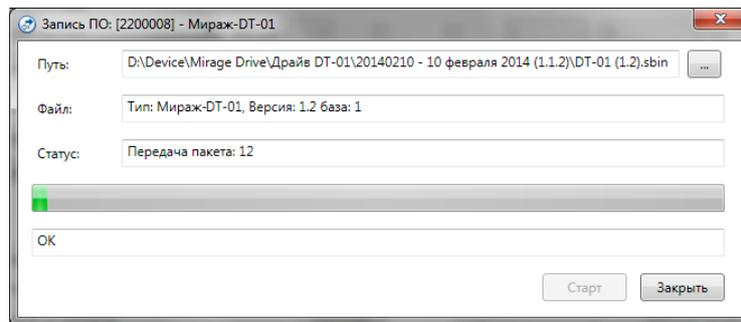

Рис. 58 Запись программного обеспечения
- ✓ В появившемся окне *Запись программного обеспечения* нажмите кнопку *Старт* (рис. 58). Процесс записи программного обеспечения отображается в окне *Запись программного обеспечения*